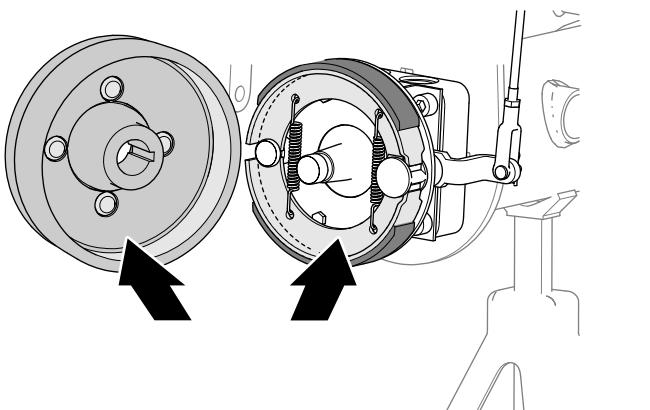

**Bild 63**
5. Entfernen Sie die Passfeder von der Radmotorwelle (Bild 63).